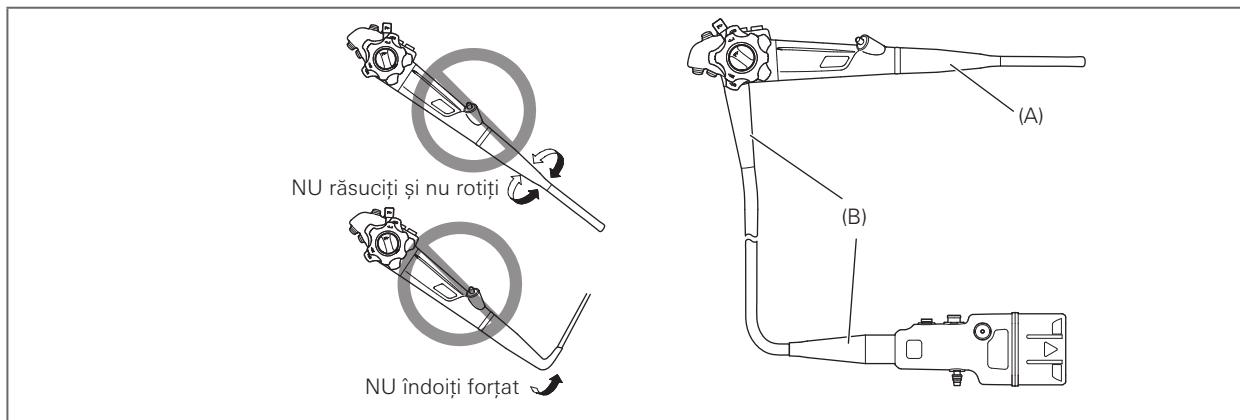

Figura 1.2
- NU răsuciți, roțiți sau îndoiti excesiv niciunul dintre elementele de detensionare [consultați Figurile 1.2 (A) și 1.2 (B) pentru a identifica elementele de detensionare]. Nerespectarea acestei prevederi poate conduce la deteriorarea instrumentului. Acordați o atenție deosebită elementului de detensionare al porțiunii de inserție [consultați Figura 1.2 (A)] al endoscopului deoarece are un diametru mic și se poate deteriora ușor în caz de manipulare greșită.